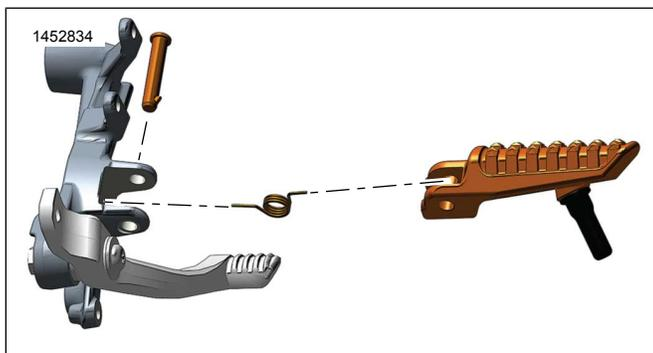
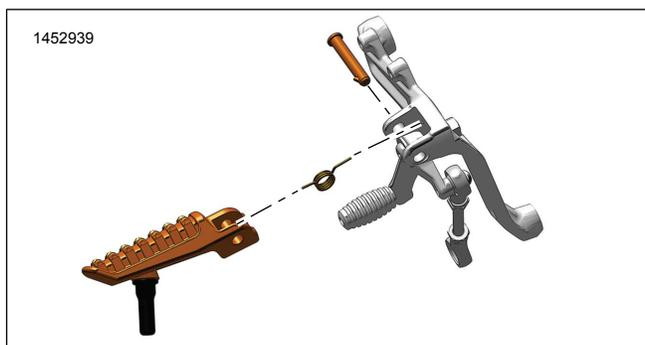

図3。フットペグ-ライダー-右
図4。フットペグ-ライダー-左
- b. 「図3」または「図4」を参照してください。フットペグアッセンブリーを外側に引っ張り、アッセンブリーをブラケットから取り外します。